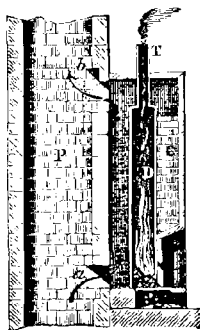

Fig. 49.
5. Les **foyers d'aérage** reçoivent des dispositions différentes suivant les localités. Dans les mines où il ne se forme point de mélanges détonants, on transforme l'un des puits en cheminée d'appel. Pour cela, on le ferme par une grille, et on brûle du combustible sur celle-ci. Par l'action de la chaleur, l'air du puits s'échauffant, il en résulte un appel d'air qui se propage peu à peu dans les galeries. L'air frais arrive par un autre puits. Dans les mines à grisou, les choses ne sont pas disposées de la même manière. On établit une cheminée P (*fig. 49*) au-dessus du